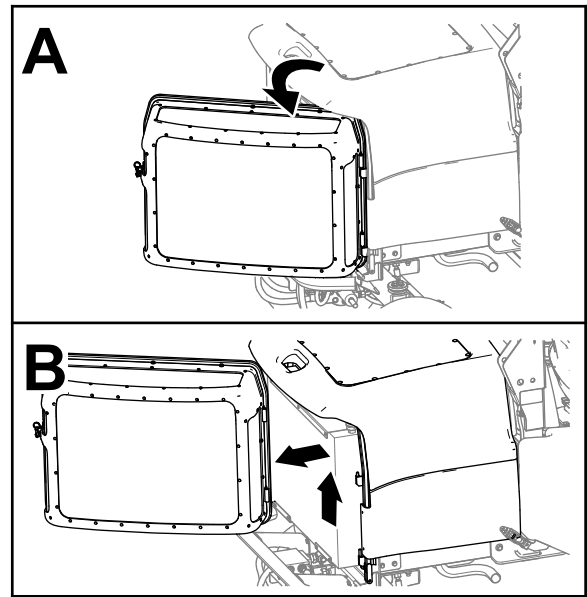

Bild 68
3. Entriegeln Sie das Motorgitter, öffnen Sie es und heben Sie es von der Maschine ab (Bild 68).